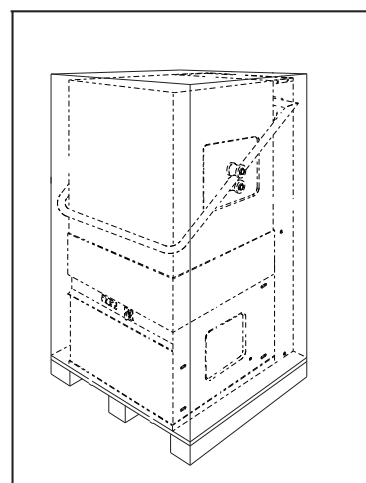

Abb. 2
1. Den Verpackungskarton vorsichtig öffnen (Bild 2).